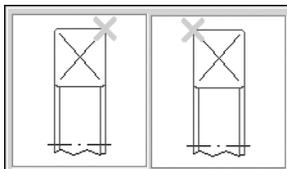

Рис. 5.17.
5. Выберите способ привязки подшипника к валу. Для этого щелкните по слайду в области **Вариант привязки** правой (или два раза левой) клавишей мыши. На экране появится развернутое меню вариантов (рис. 5.17). Щелчком мыши укажите нужный вид.